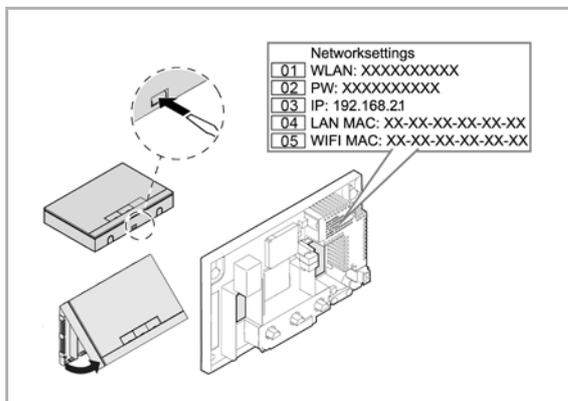

Abb. 17: Bedruckung Innenseite System Access Point
2. Verbinden Sie den PC mit dem WLAN des System Access Point (SSID: SysAPXXXX). Geben Sie das Passwort ein (siehe Bedruckung auf der Innenseite des Netzteils im System Access Point; dazu Deckel öffnen, siehe Abb. 17).